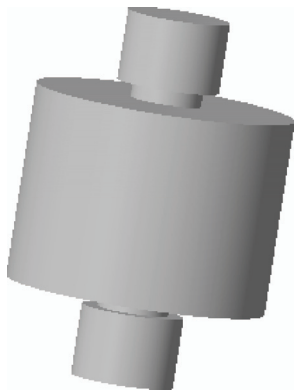

图 15-25 创建旋转特征
STEP 05 单击“关闭”面板中的“确定”按钮, 完成截面绘制并退出草绘环境。单击“完成”按钮, 完成旋转特征的创建，如图 15-25 所示。